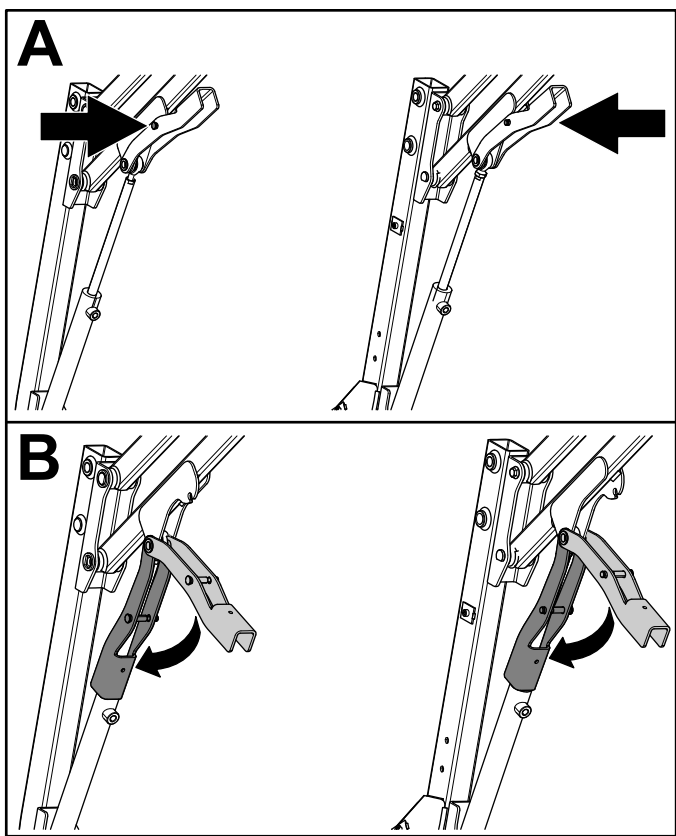

Figura 36
- A. Empuje hacia dentro el pasador en el bloqueo de seguridad magnético (Figura 36).
- B. Mientras sostiene el pasador hacia dentro, baje el bloqueo de seguridad magnético sobre el cilindro hidráulico (Figura 36).